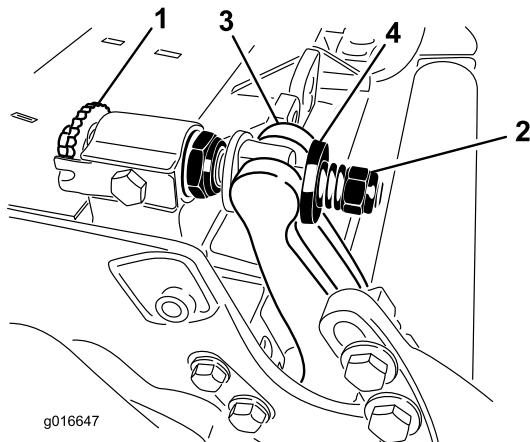

Figure 28
- Tournez les vis de réglage de la barre d'appui dans le sens antihoraire pour éloigner la contre-lame du cylindre (Figure 28).
- Faites sortir l'écrou de tension du ressort jusqu'à ce que la rondelle ne soit plus tendue contre la barre d'appui (Figure 28).